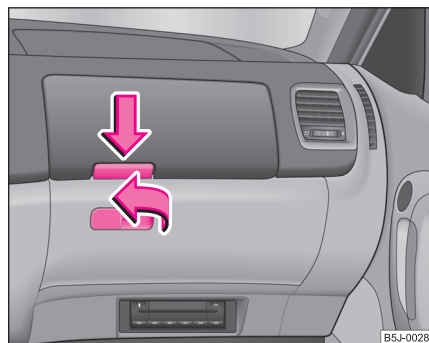

Fig. 80 Tabloul de bord: Compartimente pe partea pasagerului din dreapta
- Trageți, resp. apăsați mânerul capacului în sensul indicat de săgeată ⇒ fig. 80 și deschideți capacul.